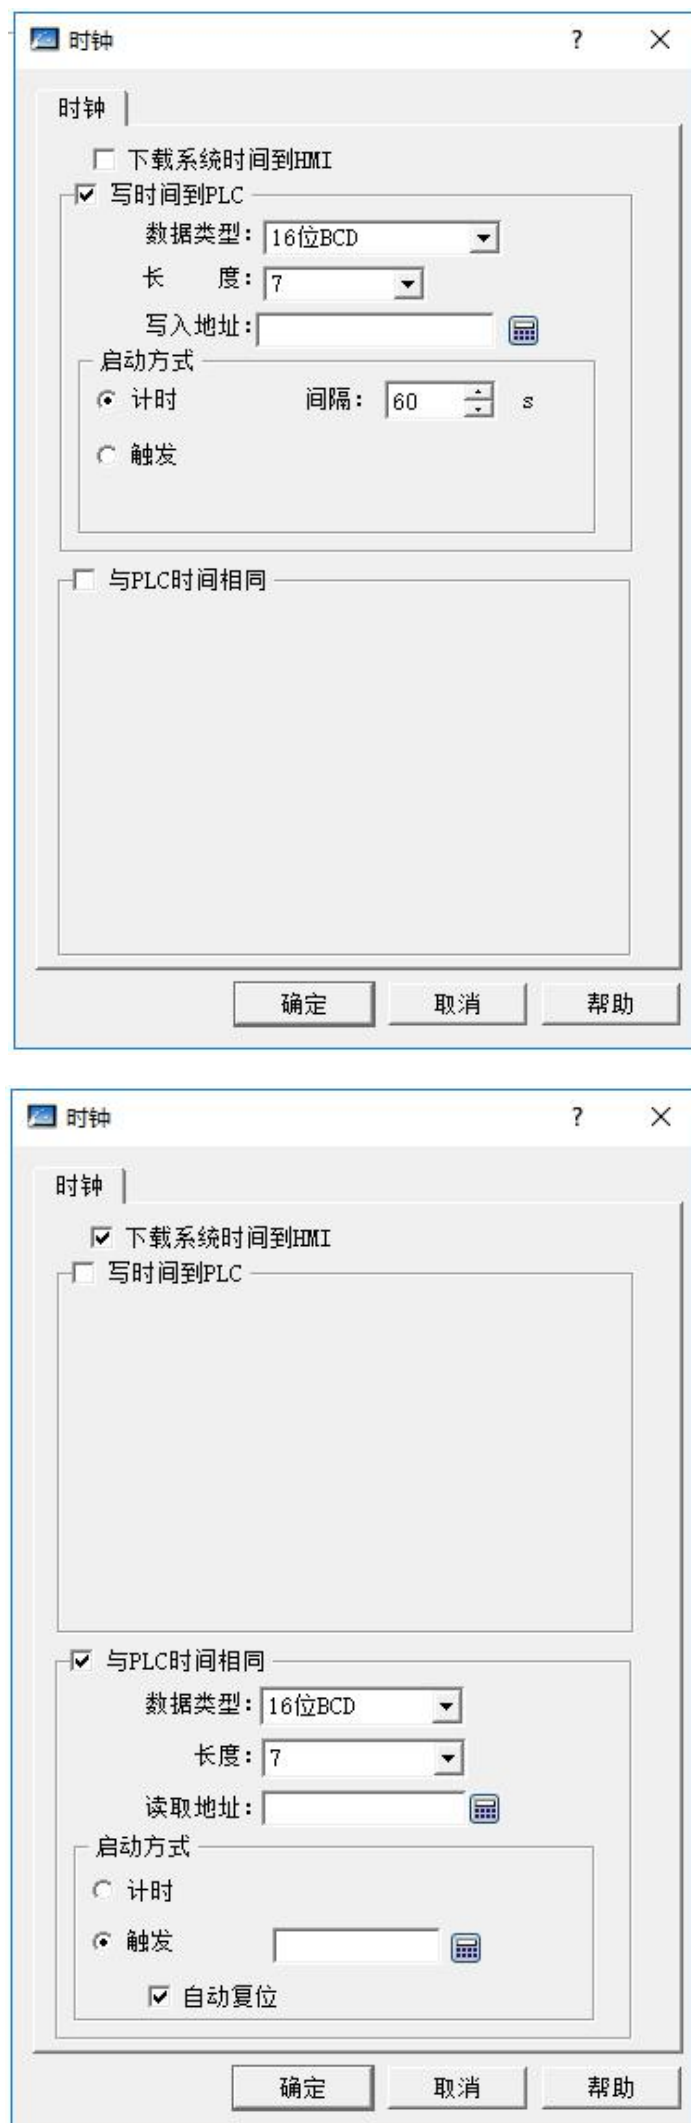

图 7-11 时钟设置对话框
- 双击“工程管理器”中的“时钟”选项，弹出如图 7-11 所示对话框：